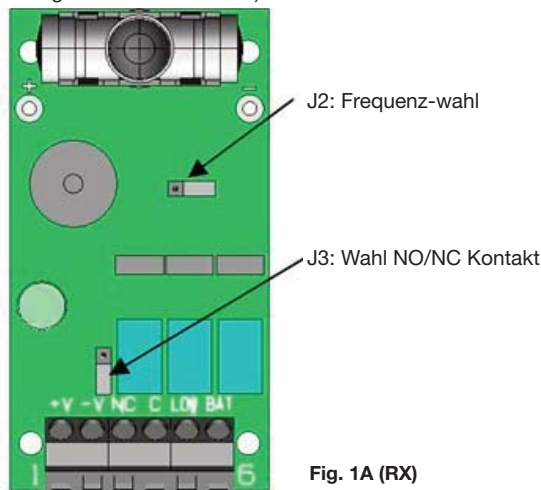

Fig. 1A (RX)
- Wählen Sie mit Hilfe der dazu vorgesehenen Jumper (J2, Abb. 1A und 1B) dieselbe Betriebsfrequenz an Sender und Empfänger: